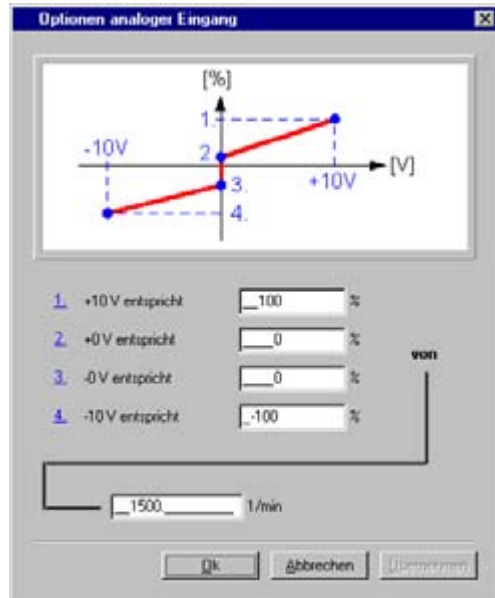

Bild 6.15 Optionen analoger Eingang ISA0 bei Einstellung PM10V
Abhängig von der Einstellung „Funktion“ stehen unterschiedliche Optionen bereit. In Bild 6.15 ist die Optionsmaske für die Einstellung des Funktionsselektors auf „PM10 V (40) = Analoger Sollwerteingang -10V ... +10V“ dargestellt.